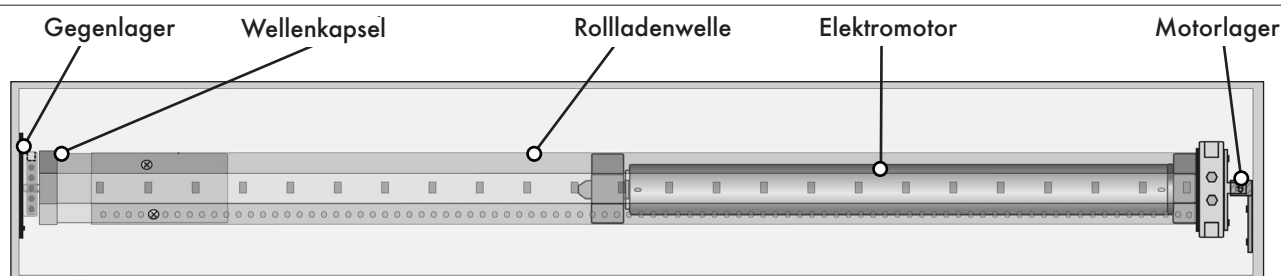

Abb. 5: Eingebauter Rollladenantrieb
- Bauen Sie den Antrieb gemäß Abb. 5 ein und schließen Sie ein Schaltgerät an. Befestigen Sie den Rollladen noch nicht an der Rollladenwelle!